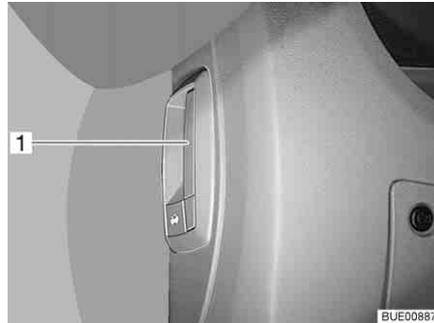

Fig. 29 Leva di sbloccaggio cofano motore (nel veicolo)
- Tirare la levetta (Fig. 29, 1) situata sotto il cruscotto a sinistra.